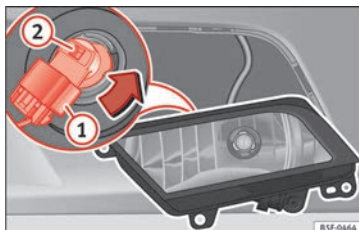

Abb. 104 Nebelscheinwerfer
- Ziehen Sie den Stecker » **Abb. 104** ① von der Lampe ab.
- Drehen Sie den Lampenträger » **Abb. 104** ② nach links und ziehen Sie.